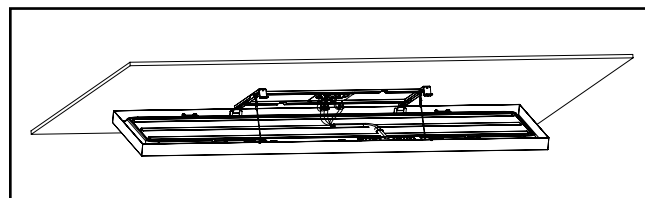

Figure 4.
8. Connectez les fils du cordon fourni à l'alimentation électrique d'entrée dans la boîte de jonction : vert à vert (mise à la terre), blanc à blanc (neutre), noir à noir (sous tension). Les fils rose et violet sont fournis pour raccorder un gradateur de 0 à 10 V. Enfoncez les fils raccordés dans la boîte de jonction (voir la figure 4).